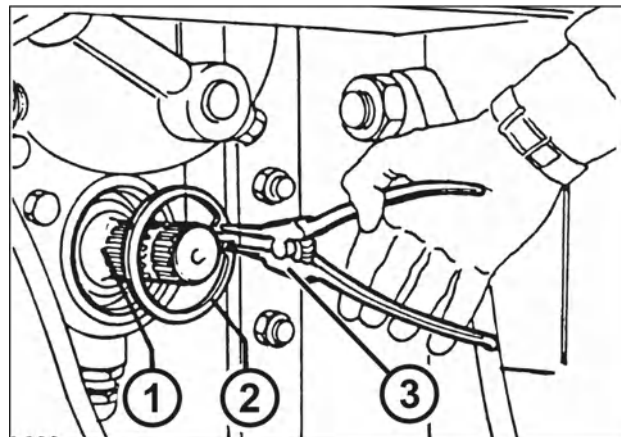

Рис. 5-15
Чтобы заменить выходной вал, сначала снимите стопорное кольцо (2, рис. 5-15) с помощью специальных щипцов (3).